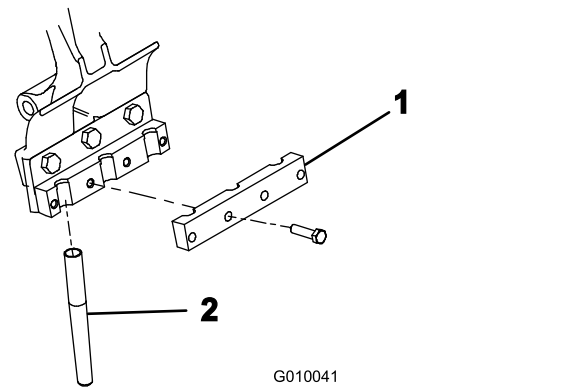

图25
5. 用 4 个螺栓（ $\frac{3}{8}$ x $1\frac{1}{2}$ 英寸）将打孔针夹具松松地固定到各个打孔针夹头上（图25）。切勿将螺栓拧得过紧。